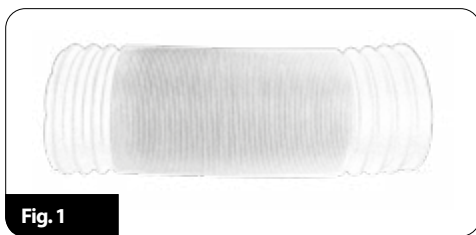

Fig. 1
2. Trekk ut de ytre bøyene i begge ender av utløpsrøret for varmluft (15), slik at utstyret enkelt kan skrus sammen (fig.1).